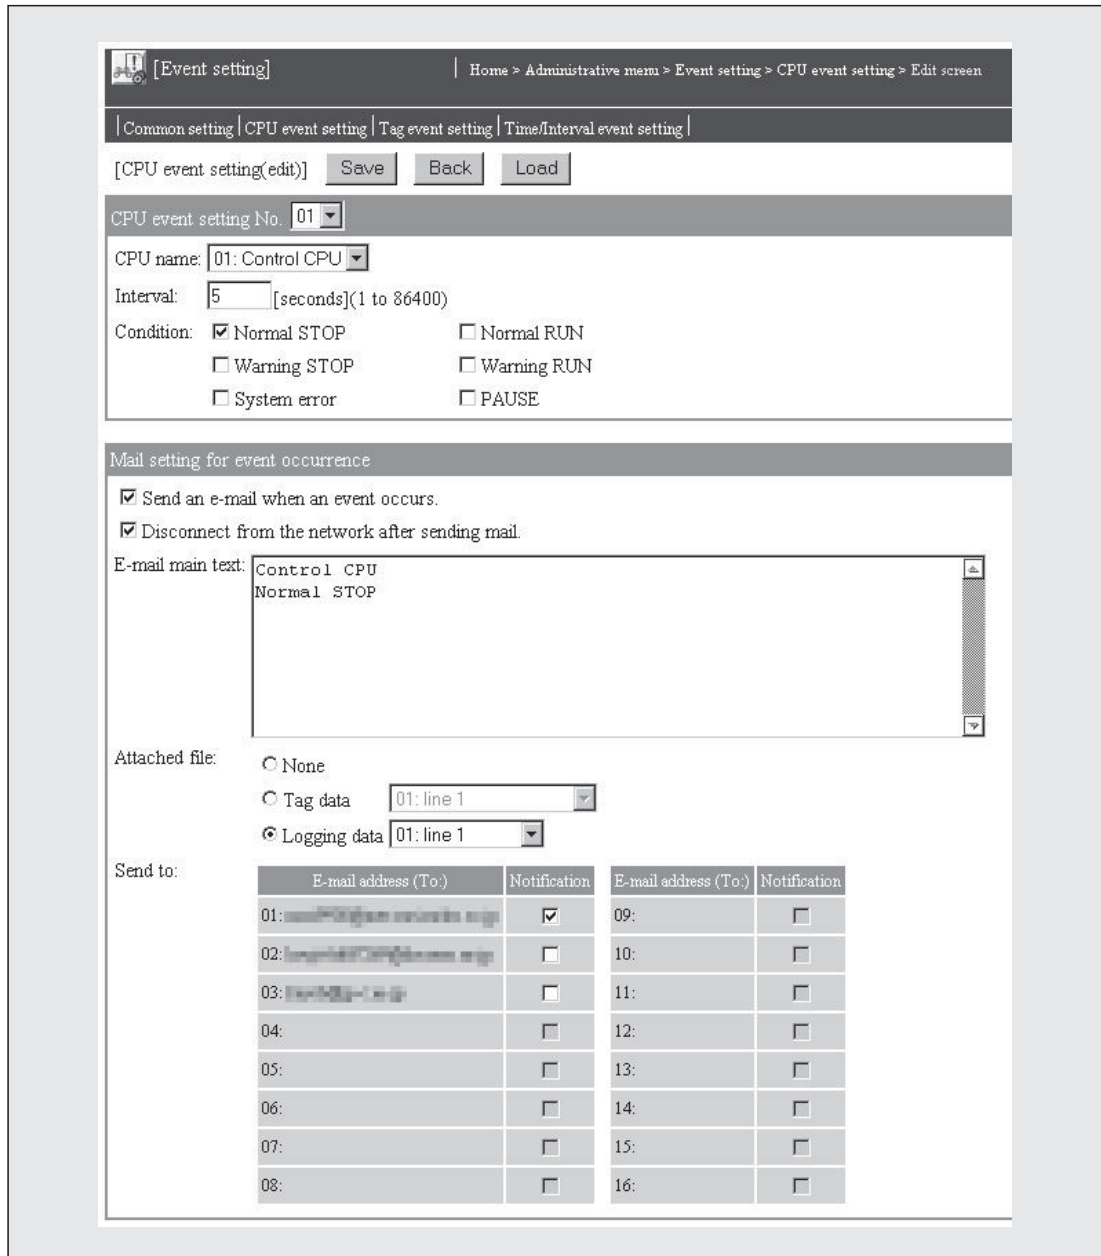

Abb. 7-42: Im Dialogfenster zur Einstellung eines CPU-Ereignisses kann auch der Text eingegeben werden, der als E-Mail übertragen wird.
- **Inhalt:** Es wird der Text angezeigt, der bei der Einstellung des Ereignisses angegeben wurde (siehe Abb. 7-42)